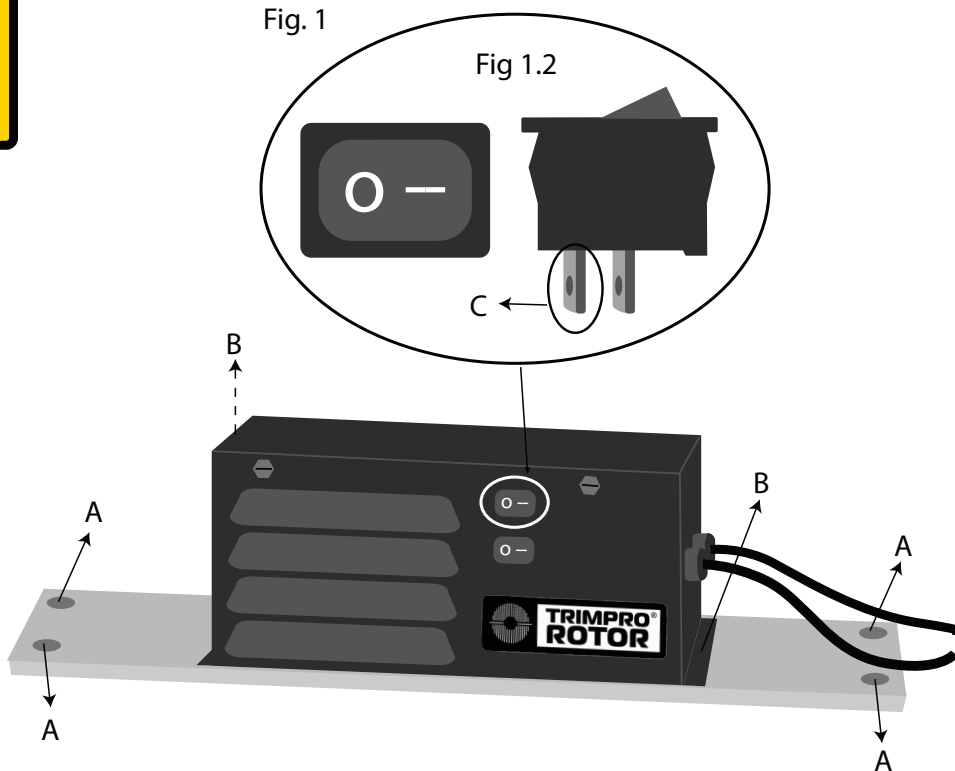

Fig. 1
Étape 1: Enlever l'assemblage du moteur du haut du reste du cylindre du dessus en enlevant les 4 vis (A), 2 à chaque extrémité de la plaque d'aluminium (fig. 1).
Étape 2: Enlever la boîte noire en enlevant les 2 vis hexagonales, 1 à chaque extrémité de la boîte (B) (fig.1).
Étape 7: Remettre la boîte noire en place ainsi que les vis "B" comme sur la fig. 1. Remettre l'assemblage moteur en place en vissant les 4 vis "A" comme sur la fig. 1.